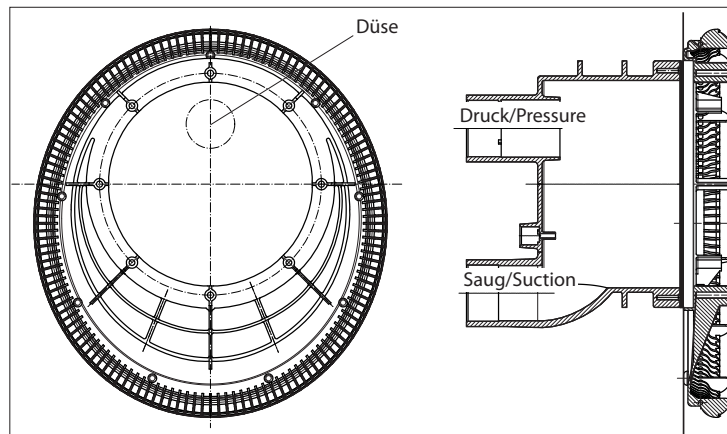

Abb. 10
3. Ansauggehäuse (107) am Spannring aufsetzen. Auf Einbaulage achten (Abb. 10).
4. Das Düsengehäuse (102.1) am Einbaugesäß (1) ansetzen.
5. Pneumatikschläuche und Kabel des Scheinwerfers durch den Schutzschlauch (14) föhren und mit Kabelverschraubung (20) abdichten.
6. Luftleitung mit Klemme (8) am werkseitig montierten Luftregler (21) befestigen.
7. Das kpl. Düsengehäuse (102.1) mit 4 selbstschneidenden Schrauben (95) am Einbaugesäß (1) befestigen.